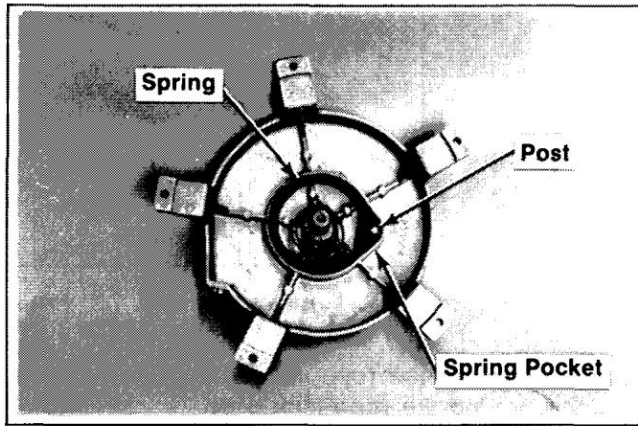

Figure 7-17. Position Of Spring In Housing.
1. Notez soigneusement la position du ressort dans le logement. Reportez-vous également à la Figure 7-17. Le nouveau ressort doit être installé dans la bonne position - il est possible de l'installer à l'envers dans le boîtier.
8. Positionnez le ressort/l'anneau en C sur le boîtier de manière à ce que le crochet à ressort se trouve au-dessus du poteau dans le boîtier. Assurez-vous que le ressort est enroulé dans la bonne direction. Reportez-vous aux figures 7-17 et 7-19.